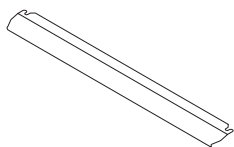

Abb. 26
1. Eine Sicherheitsabdeckung schützt das Bedienfeld und die Tasten, wenn sich der Backofen im Grillmodus befindet. (abbildung 26)